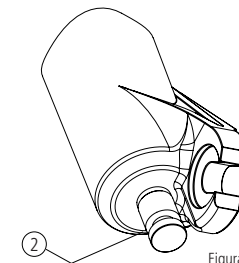

Figura 4
Para ajustar la velocidad de retorno utilice el botón (2) que se encuentra en la parte inferior de la botella en la pierna hidráulica (figura 4). Gire el botón (2) hacia la izquierda para dejar el rebote más lento y hacia la derecha para dejarlo más rápido.